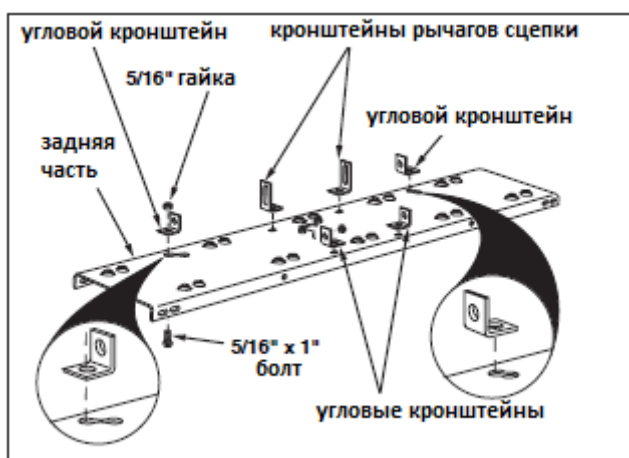

Рис. 2
2. Переверните щиток (рис. 2).
3. Установите два кронштейна крепления рычагов сцепки и два угловых кронштейна на задней части дна щитка и закрепите при помощи двух болтов 5/16" x 1" и гаек 5/16". **Не затягивайте.** (рис. 2).
4. Установите два угловых кронштейна на передней части дна щитка и закрепите при помощи двух болтов 5/16" x 1" и гаек 5/16". **Не затягивайте.** (рис. 2).